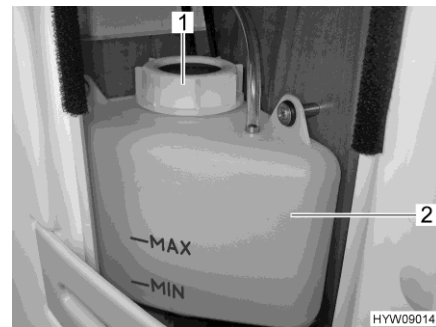

Fig. 179 Repère "MIN/MAX"
- Contrôler si le liquide se trouve entre les marques "MIN" et "MAX" sur le vase d'expansion (Fig. 179,2).
- Ouvrir le bouchon du vase d'expansion (Fig. 179,1).